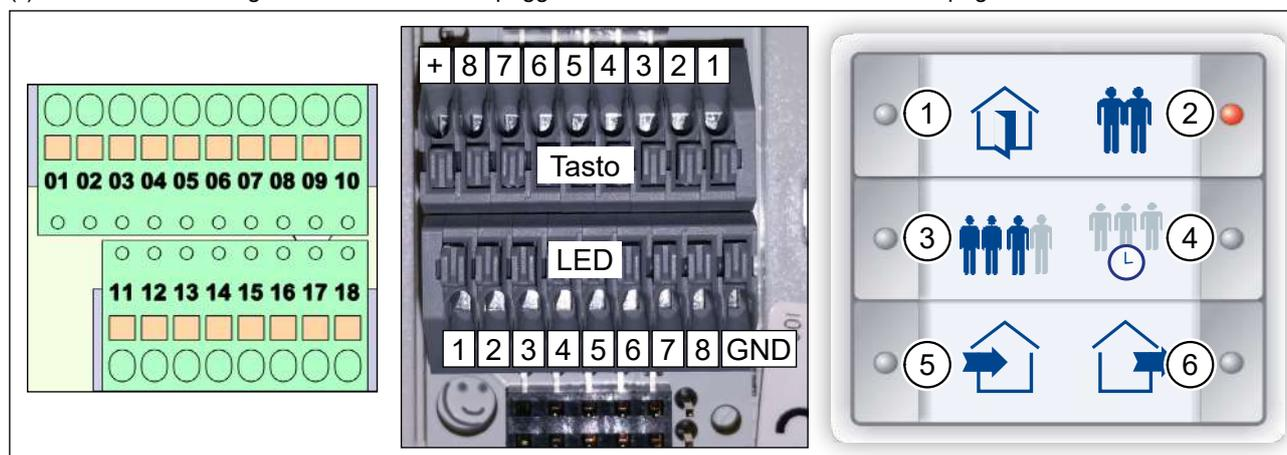

Fig. 30: Morsettiere sull'apparecchio di ventilazione, morsettiere del sensore a pulsante InControl, foglio di copertura
- ▶ Dopo il cablaggio inserire il foglio di copertura (Fig. 30) nel sensore a pulsante InControl.